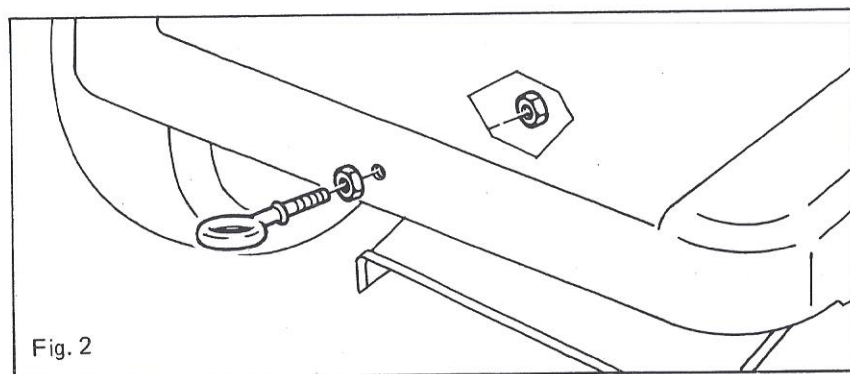

Fig. 2
- Montez l'anneau de tractage à l'arrière de la tondeuse (Fig. 2).